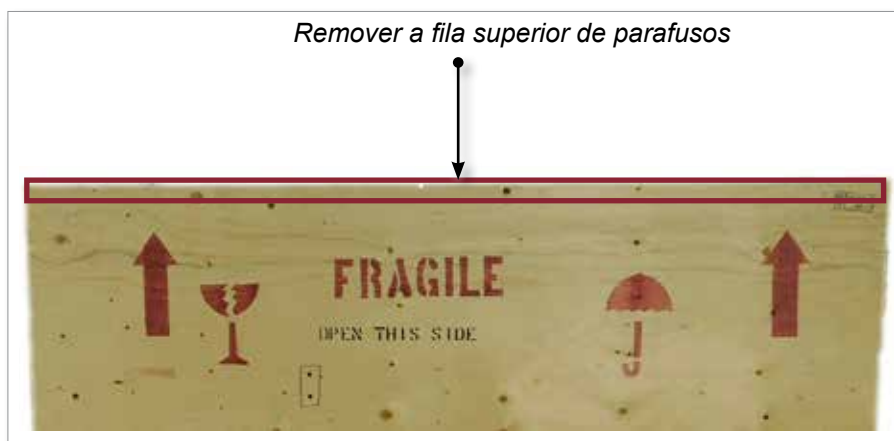

Figure 3-6 Remover a fila superior de parafusos
2. Remova a fila superior de parafusos do lado comprido da caixa. Consulte Figure 3-6.